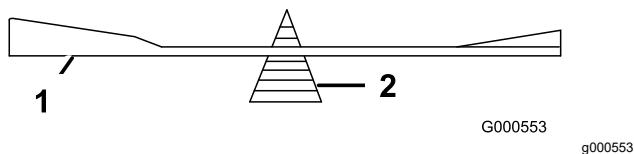

Figure 82
- 2. Vérifiez l'équilibre de la lame en la plaçant sur un équilibrEUR (Figure 82).